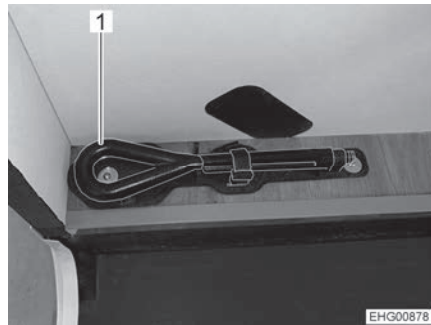

Fig. 1 Œillet de remorquage
- ▷ Il est décrit dans le mode d'emploi du véhicule porteur Ford que l'œillet de remorquage se trouve sous le siège passager. Dans le camping-car, l'œillet de remorquage (Fig. 1,1) se trouve cependant dans une fixation sur le plancher surélevé du garage arrière ou dans le compartiment à gaz.